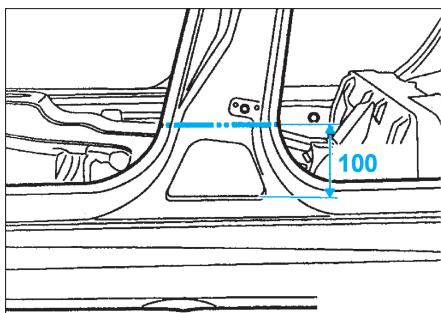
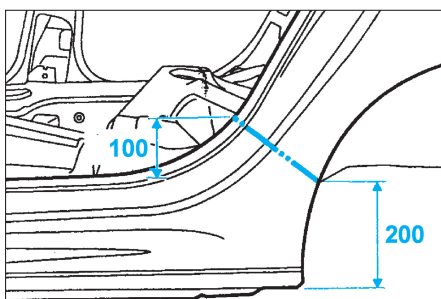

FIG. 96
FIG. 97
- Tracer puis découper à l'aide d'une meule épaisseur 1 mm (coupe provisoire), (Fig.96) et (Fig.97).